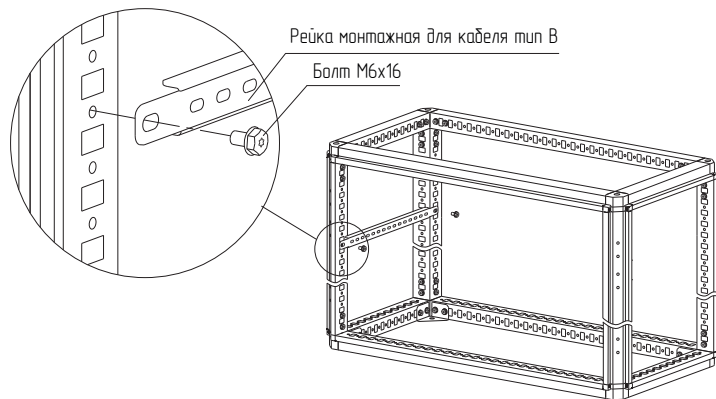

Рисунок 29
4.15.2 Установите рейку монтажную для кабеля тип А на нужной высоте и закрепите болтами М6х16 (рисунок 29). Момент затяжки – 7 Н·м. Болты приобретаются отдельно.